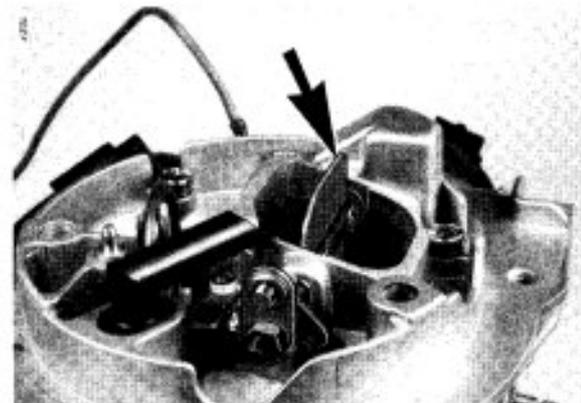

Bild 10
4.3 Leichtgängigkeit (Bild 10)